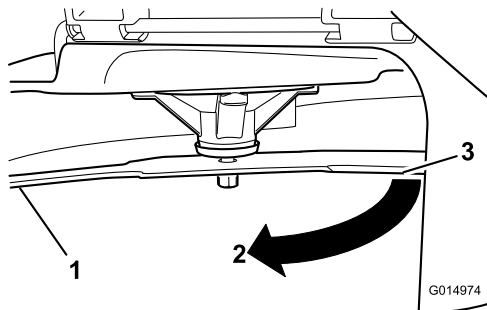

Figura 62
4. Gire la misma cuchilla 180 grados de manera que el otro extremo esté en la misma posición (**Figura 62**).